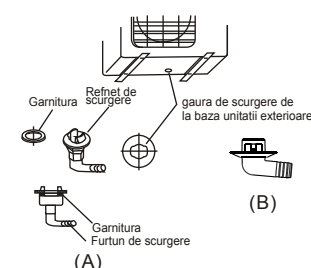

Fig.11
Pentru drenul scurgere cu garnitura (Fig.11 (A)), mai întâi se fixează sigiliul de scurgere, apoi introduceți drenul în orificiul din baza unității exterioare, rotiți 90 grade pentru a le asambla în siguranță. Pentru a instala drenul de evacuare așa cum este prezentat în Fig.11 (B), se introduce drenul de scurgere în orificiul din baza unității exterioare până când acesta rămâne fixat cu un clic. Conectați drenul de evacuare cu la furtun de evacuare (achiziționate de pe piața locală), pentru a drena apa din unitatea exterioară în timpul modului de încălzire.